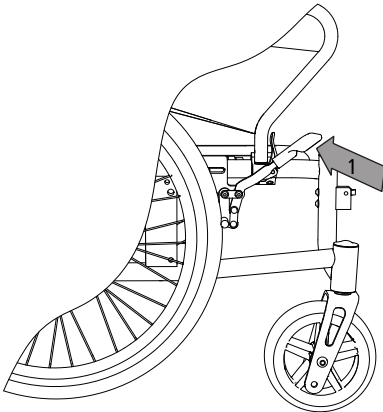

Abb. 20
2. Du lossar bromsen genom att föra spaken i andra riktningen (1, bild 20).